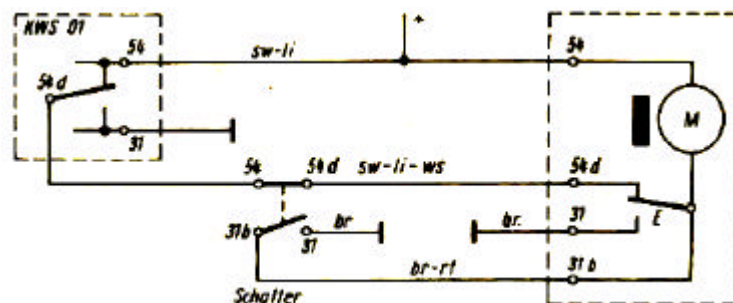

Bild 2: Anschluß im Trabant 600/601
Liefert schon die Verteilung der Gesamtfahrleistung mit einem Maximum in der Klasse 4500 bis 8500 km (Klassenmitte 6500 km) und dem raschen Abfall der Verteilung mit größer werdender Fahrleistung ein recht anschauliches Bild, so ist die Verteilung der Fahrleistung in den einzelnen Hubraumklassen noch aufschlußreicher (vgl. Bild 2 bis 4). Während der Gipfel in der Hubraumklasse bis 800 cm³ bei 6,5 Tkm liegt, verlagert er sich in den höheren Hubraumklassen auf 10,5 Tkm. Es kann auch festgestellt werden, daß die Mehrzahl der Fahrzeuge in den auch international zu beobachtenden jährlichen Laufleistungsgrenzen liegt, während nur ein relativ geringer Teil der Fahrzeuge Laufleistungen über 15 Tkm/Jahr aufweist. Zur näheren Information der Leser werden außerdem die Verteilungen der Jahresfahrleistung der Typen Trabant, Wartburg, Skoda und Shiguli/Polski-Fiat dargestellt (Bild 5 bis 8).
Den Anschluß des Intervallschalters im Trabant bzw. Wartburg (6 Volt) zeigt Bild 2. Die Verbindungsleitungen (mit Flachsteckern) werden mitgeliefert. Der vorhandene Scheibenwischerschalter (Dreh- oder Tastenschalter) verbleibt im Fahrzeug und schaltet nach wie vor den Dauerbetrieb der Wischer. Vor dem Anschließen des Intervallschalters sollte die einwandfreie Funktion des Endlagen-Umschalters (E) im Scheibenwischermotor geprüft werden. Dazu wird die von Klemme 54 d des Wischermotors kommende Leitung (beim Trabant schwarz mit zwei Längsstreifen violett und weiß) am Wischerschalter gelöst, kurzzeitig (0,5 bis 1 Sekunde) mit Masse verbunden und wieder an 54 d gehalten. Dabei müssen die Scheibenwischer anlaufen und nach einem Wischvorgang wieder in ihrer Endlage stehenbleiben.